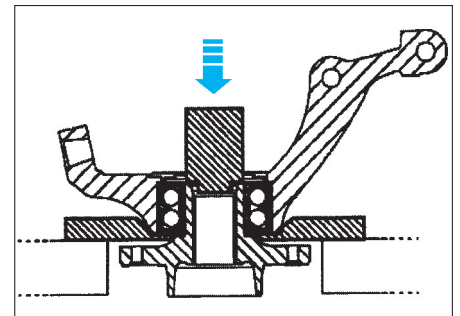

FIG. 12
- **À l'aide d'une presse,** extraire le moyeu du pivot avec un mandrin de $\varnothing 43\text{mm}$ et déposer le circlips du roulement (fig. 12).